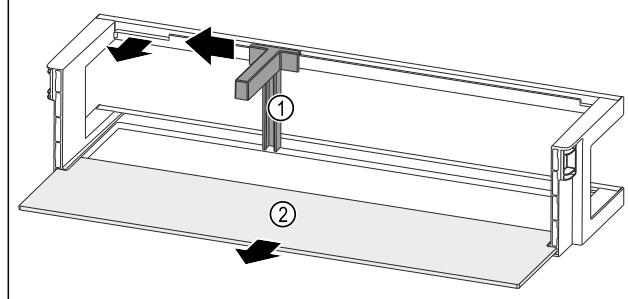

Fig. 96 Vratna polica z držalom za steklenice in odlagalno polico
- ▶ Držalo za steklenice Fig. 96 (1) potisnite povsem na stran do odprtine.
- ▶ Odstranite držalo za steklenice Fig. 96 (1).
- ▶ Odstranite polico za odlaganje Fig. 96 (2).